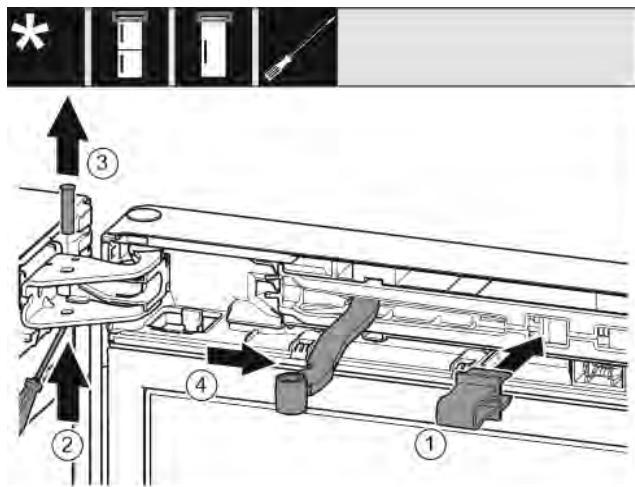

Fig. 7
- Зафиксируйте предохранитель в отверстии. Fig. 7 (1)
- ▶ Выкрутите палец при помощи отвертки. Fig. 7 (2)
- ▶ Извлеките палец движением вверх. Fig. 7 (3)
- ▶ Поверните шарнир в направлении двери. Fig. 7 (4)